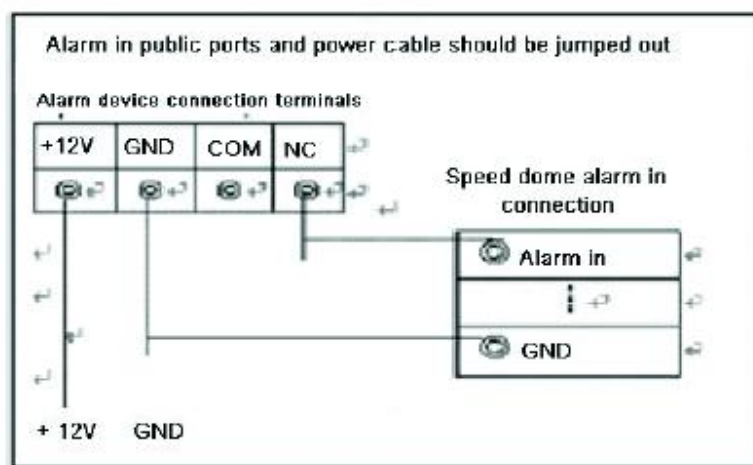

Рис. 4.2-2
- г) Если в настройках камеры стоит тип (NO), замыкание цепи вызовет тревогу.
- д) Если в настройках камеры стоит тип (NC), размыкание цепи вызовет тревогу.
- См. Рис. 4.2-2